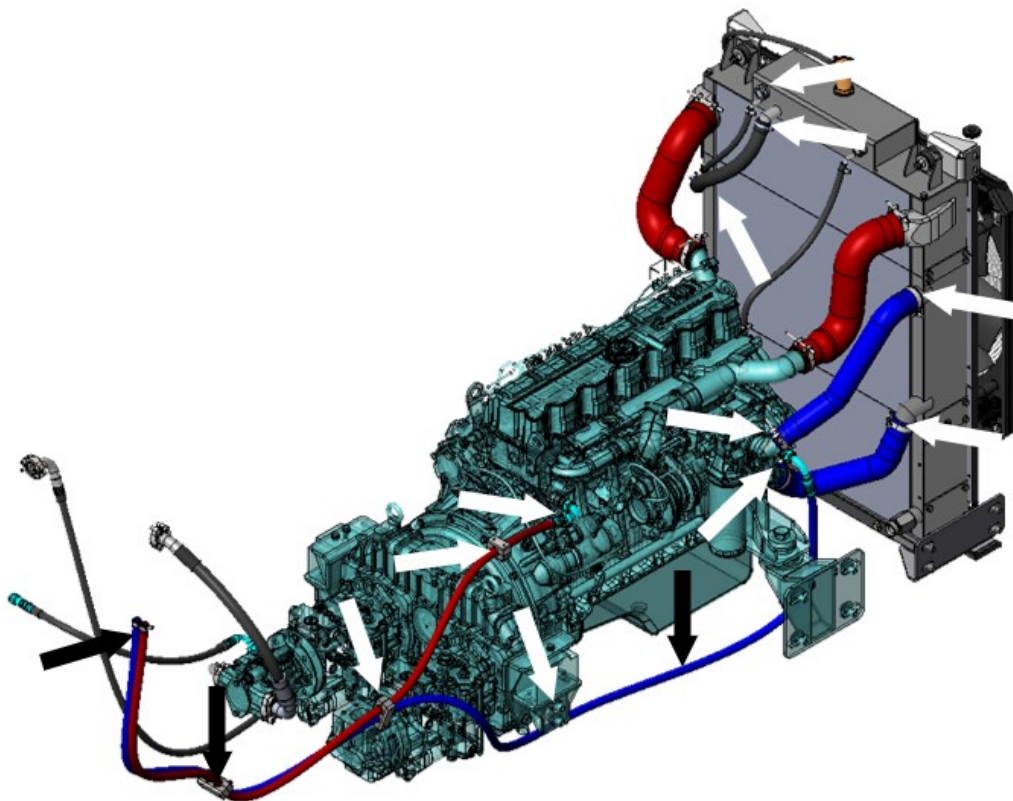

Рисунок 5.56. Места присоединения и расположение трубопроводов жидкостной системы охлаждения двигателя
- ▶ Осмотреть блок радиаторов, трубопроводы, места подключения к блоку радиаторов, к двигателю, прокладку трубопроводов по машине на предмет наличие протечек и повреждений см. рис. 5.56 и 5.57 (для примера места присоединения и прокладка трубопроводов показано стрелками).